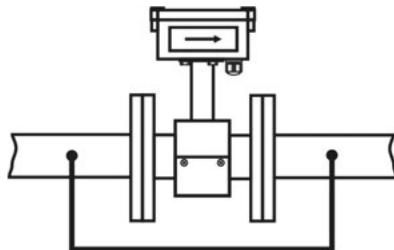

Рисунок 3.5 – Схема защитного шунтирования расходомера
Перед демонтажем МВ произвести **дополнительное электрическое шунтирование расходомера**. Защитное шунтирование, смотрите рисунок 3.5, выполняется при помощи стальной полосы (прутка) сечением не менее 20 мм². Сварные швы по всему периметру сечения полосы (прутка) провариваются полностью для обеспечения надежного электрического контакта.
- произвести дополнительное электрическое шунтирование расходомера, смотрите рисунок 3.5;